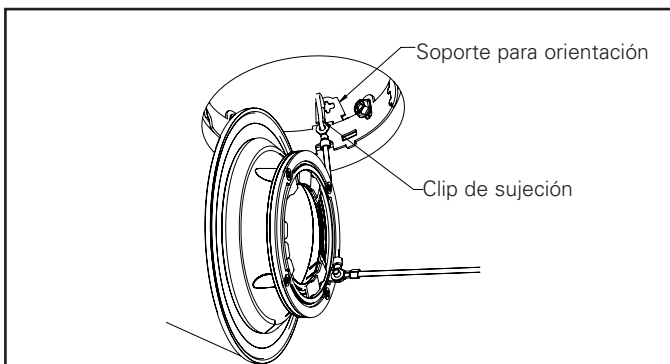

Figura 21
5. Fije el clip de sujeción de la moldura al soporte para orientación (Figura 21).